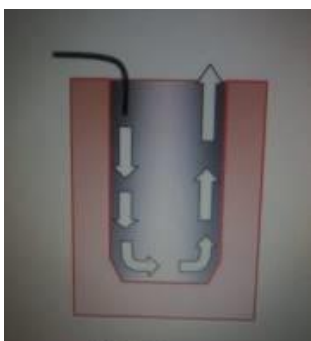

Figura 10
3.29 Posicionar tubo metálico no lado oposto a bica de vazamento, para injeção de ar comprimido (mínimo 3 bar de pressão) conforme ilustração na figura 10